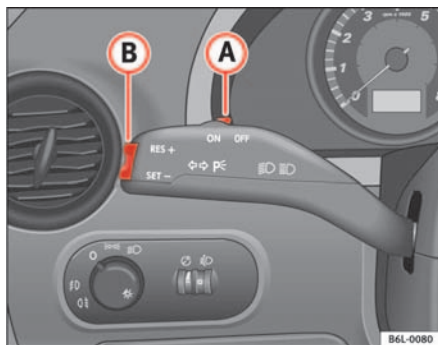

Fig. 99 Levier des clignotants et de l'inverseur-codes : commandes du régulateur de vitesse
- Appuyez une fois brièvement sur la partie inférieure **SET** de la commande à bascule ⇒ fig. 99 **A** lorsque la vitesse à mémoriser est atteinte.